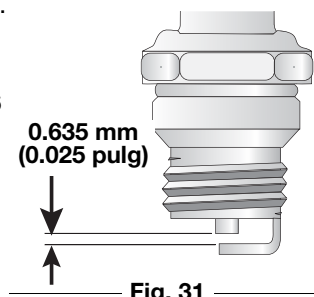

Fig. 31
- Cambie las bujías que estén rajadas, sucias o deterioradas. Fije la separación de aire a 0,635 mm (0,025 pulgadas) utilizando un calibrador (Fig. 31).